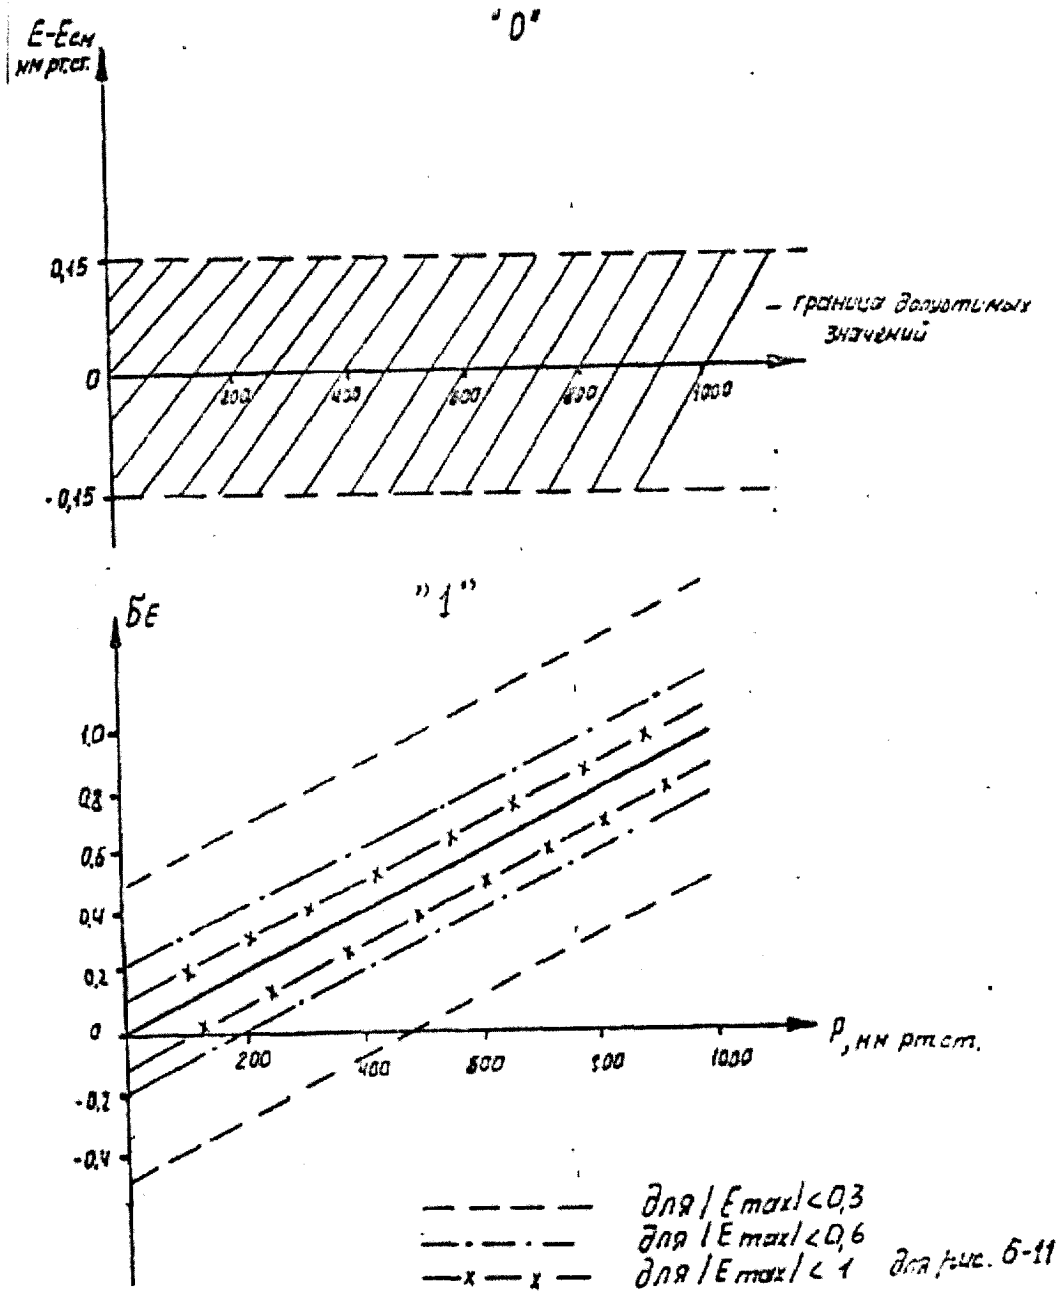
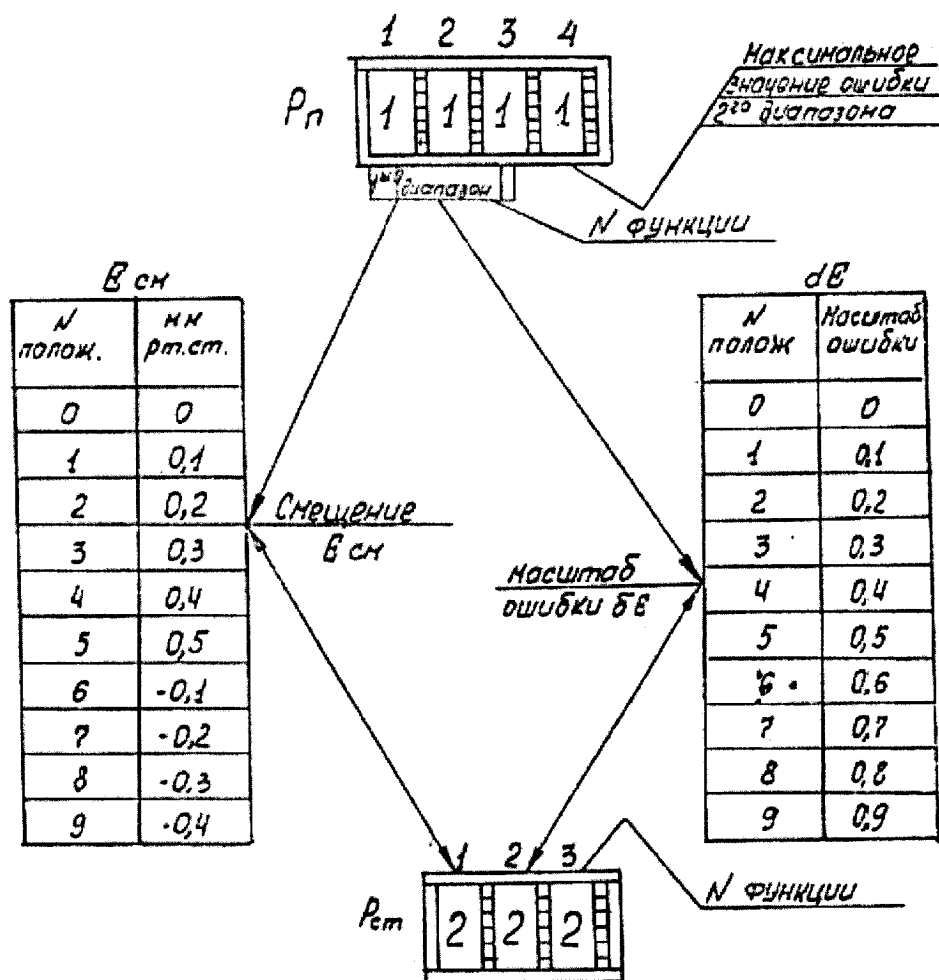

Рисунок 6
Рисунок 12
9.3.1.6. Построить график зависимости масштабной ошибки E от величины измеряемого давления, т.е. функцию $E = f(P)$ и совместить ее с одной из приведенных на номограмме рис. 6 – 10, таким образом, чтобы функция $E = f(P)$ находилась в пределах допустимой зоны.
9.3.1.8. Установить согласно рисунка 12 положение переключателей P_c , на задней панели генератора рис. 6, определенные в п. 6.3.1.7 и полярностью $E_{макс} - E_{см}$ тумблером «+».
2) построить график зависимостей масштабной ошибки E от величины измеряемого давления, т.е. функцию $E = f(P)$ и совместить с одной из приведенных на номограмме рис. 6 – 10 таким образом, чтобы функция $E = f(P)$ находилась в пределах допустимой зоны.
4) установить согласно рис. 12 положение переключателей Рп на задней панели генератора (см. рис. 6), определенным в п. 9.3.2.5 3) и полярность $E_{макс} - E_{см}$ тумблером «+».
2) определить положение переключателя Рп (номер 4) по соответствующей таблице, приведенной на рис. 12.